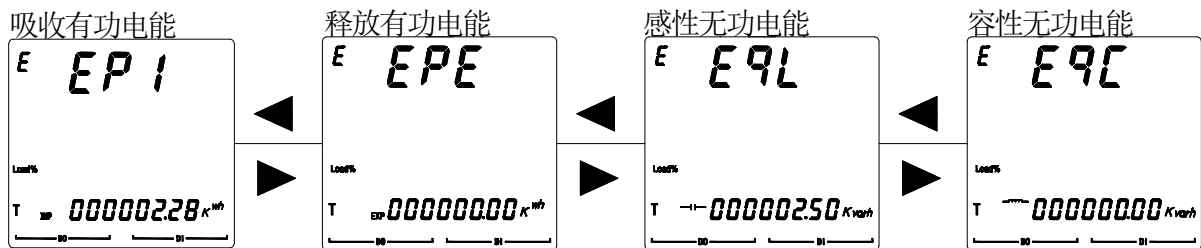

图 21
5.2.6 查看 DMY72L/96L 的电参参数步骤如图 21 所示